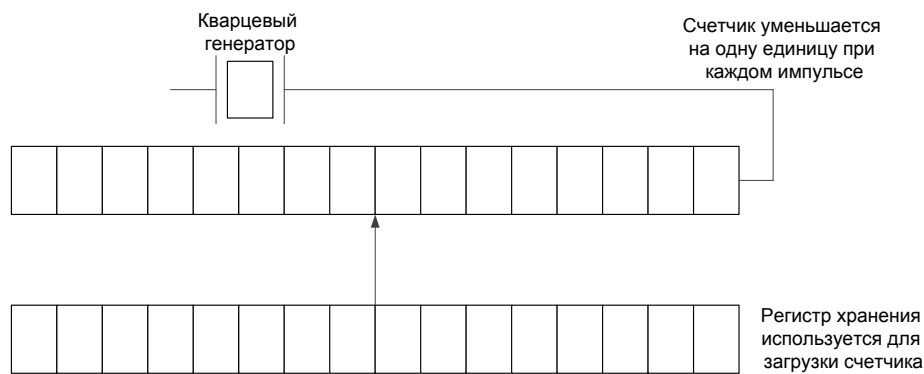

Рис. 14. Программируемый таймер
- Другой тип часов состоит из трех компонентов: кварцевого генератора, счетчика и регистра хранения, как показано на Рис. 14. Если взять кусок кристалла кварца правильного размера и установить его в оправу под давлением, то можно заставить его колебаться и выдавать электрический сигнал с частотой в несколько сот мегагерц. Частота зависит от конкретного кристалла, но каждый кристалл выдерживает эту частоту с достаточно высокой точностью. С помощью электроники эту частоту можно поднять до 1 ГГц или даже до еще более высокой частоты. По крайней мере, одна такая схема обязательно присутствует в каждом компьютере, обеспечивая сигнал синхронизации для различных цепей компьютера. Этот сигнал подается на вход декрементного счетчика. Когда содержимое счетчика достигает нуля, он вызывает прерывание CPU.